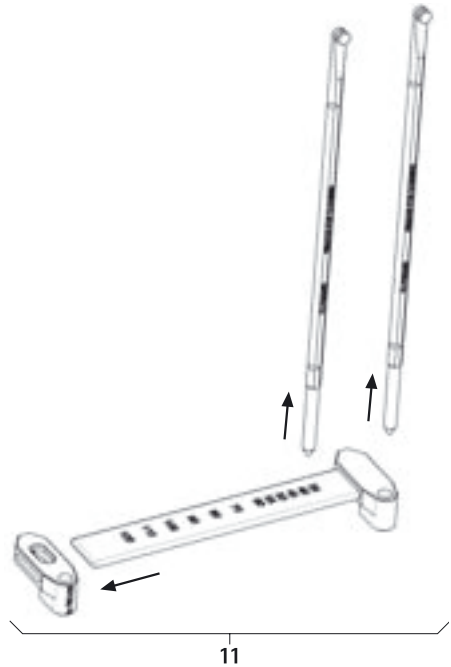

Fig. 7
- Smontare il misuratore lunghezza barre **11**, vedere Fig. 7.